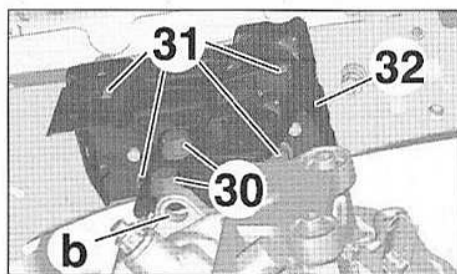

FIG.15
- Soutenir le moteur à l'aide d'un outil approprié en (b) (Fig.15).
- Déposer les 2 vis (30).
- les vis (31),
- le support (32) de boîte de vitesses sur la caisse,